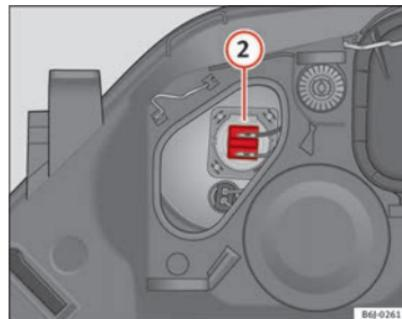

Fig. 164 Máximos
- Extraia o conector ⇒ Fig. 164 ② puxando para fora.